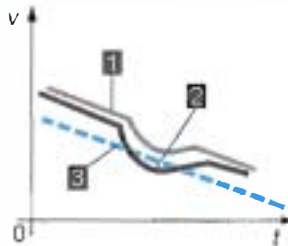

Figure 12.12 • La vitesse passe sous le seuil.
2. La vitesse de la roue concernée **descend en dessous du seuil**. Cela signifie que la vitesse de la roue s'écarte trop de la vitesse du véhicule. Le calculateur déclenche une régulation hydraulique en direction de la roue concernée (figure 12.12).